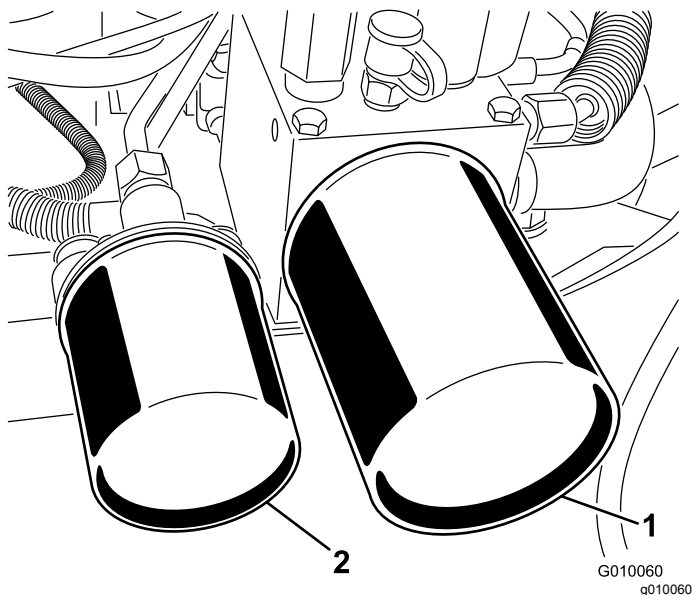

Figure 60
2. Placez un bac de vidange sous le filtre, retirez les filtres usagés et essuyez la surface du joint des adaptateurs (Figure 60).